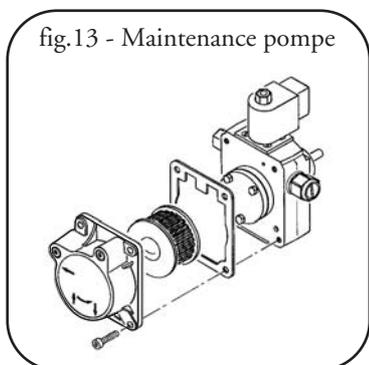

fig.13 - Maintenance pompe
- nettoyer les filtres fioul (filtre et pompe fig.13).